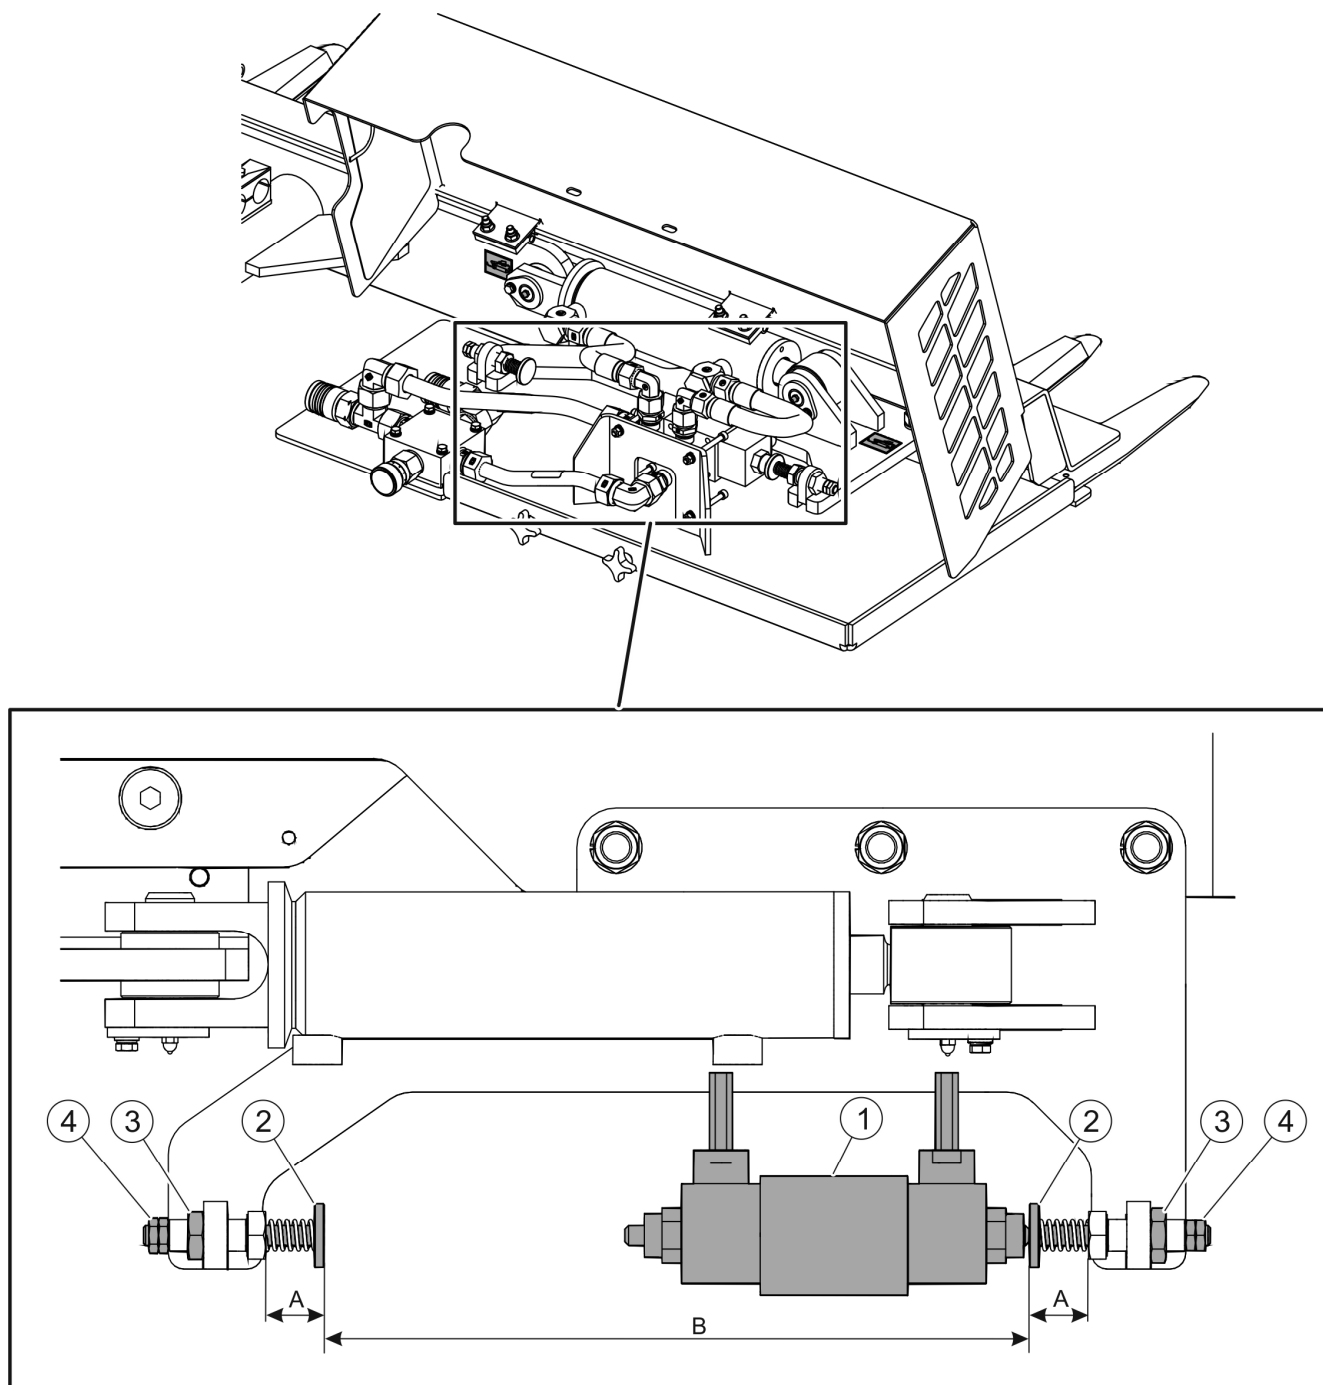

BILD 5.3 **Regulierung des Schaltsystems der Ölflussrichtung im Verteiler.**
Das System zum Umschalten der Ölflussrichtung im Scherenkopf-Verteiler (BILD 5.3) ist werkseitig eingestellt und erfordert keine zusätzliche Einstellung. Wenn jedoch die Komponenten des Antriebssystems ausgetauscht werden, kann es zu einer Deregulierung und der Notwendigkeit einer erneuten Einstellung kommen.
- Ausmaß (A) (ca. 30 mm) (BILD 5.3) es sollte so eingestellt sein, dass es bei beiden Pilzknöpfen (2) gleich ist. Das Maß (A) wird mit Muttern eingestellt (4).
- Ausmaß (B) (ca. 360 mm) sollte durch gleiches Einstellen des Ausmaßes (A) auf beiden Verteilerseiten und Regulierung der Lage der Muttern (3).